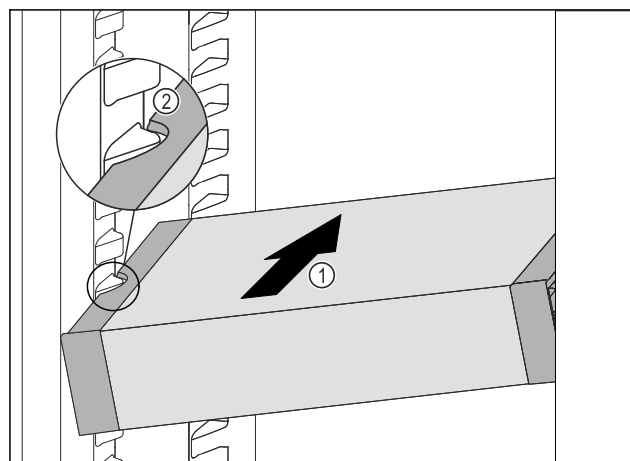

Fig. 59
- Sæt VarioSafe på skrå ind i kølesektionen, Fig. 59 (1) indtil udspæringerne i siden Fig. 59 (2) på VarioSafe er på niveau med beholderribben i kølesektionen.